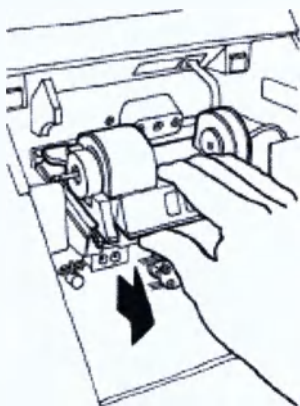
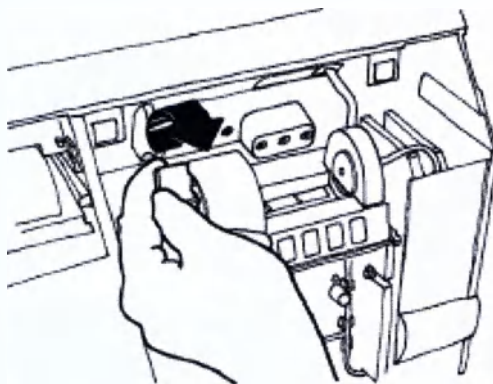

Рис. 1-19
Рис. 1-20
- Выдвиньте вперед измерительную камеру, пока она не займет фиксированное положение (рис. 1-19). Освободите левый держатель электродов движением зажима вперед (рис. 1-20).